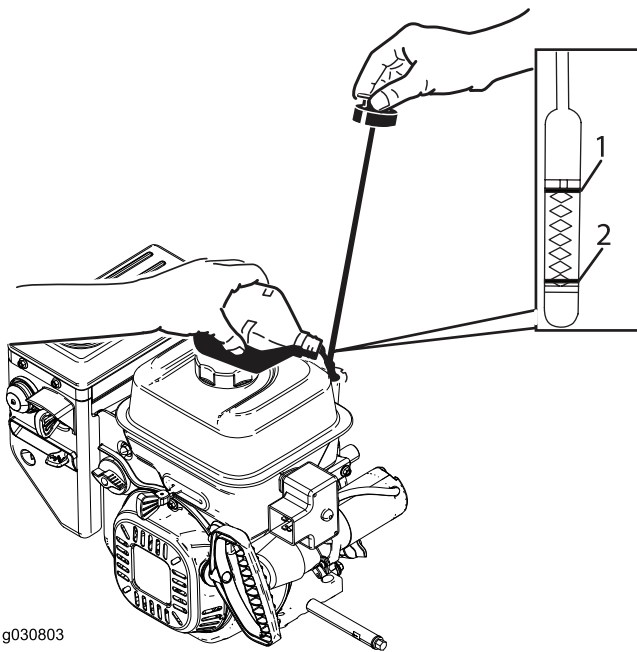

Figure 13
1. Retirez la jauge et versez de l'huile **lentement** dans le goulot de remplissage pour faire monter le niveau de liquide jusqu'au repère du plein (Full) sur la jauge. **Ne remplissez pas excessivement**(Figure 13).